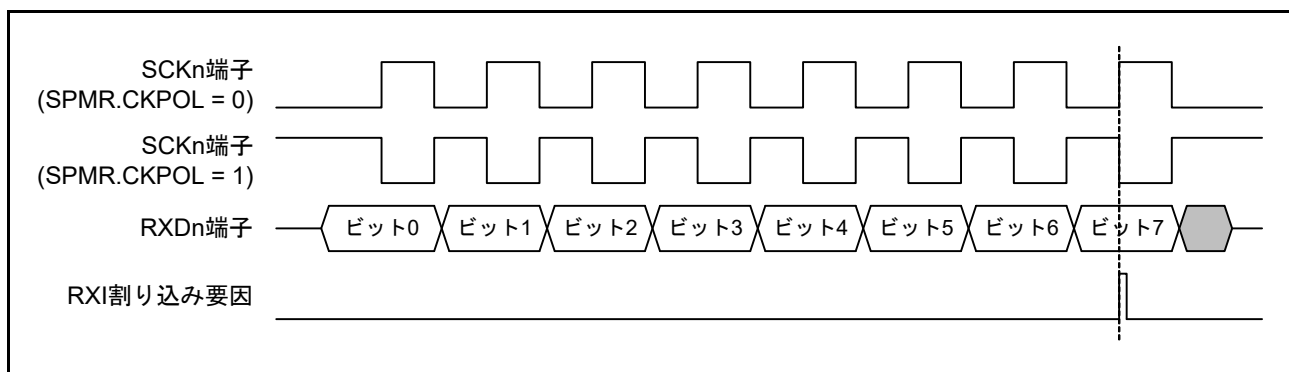

図 31.85 簡易 SPI モード (クロック遅れあり) RXI 割り込み発生タイミング
- クロック遅れあり設定 (SPMR.CKPH ビット=1) の場合、図 31.85 に示すように SCKn 端子の最終クロックエッジ手前のクロックエッジで受信データフル割り込み (RXI) が発生します。このとき、SCR レジスタの TE、RE ビットを SCKn 端子の最終クロックエッジより前に“0”に設定すると SCKn 端子出力がハイインピーダンスとなり、最終送受信クロックのクロックパルス幅が短くなります。また、RXI 割り込み後、SCKn 端子の最終クロックエッジより前に接続先スレーブに対する SSn# 端子入力信号を High にするとスレーブが誤動作する可能性があります。